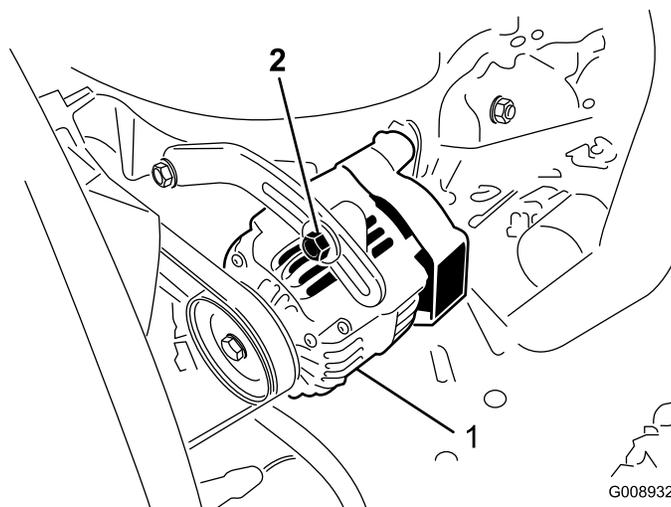

Figure 80
Vérifiez l'état et la tension des courroies (Figure 80) toutes les 100 heures de fonctionnement.
2. Si tel n'est pas le cas, desserrez les boulons de montage de l'alternateur (Figure 80). Augmentez ou diminuez la tension de la courroie et resserrez les boulons. Contrôlez de nouveau la flèche de la courroie pour vérifier si la tension est correcte.